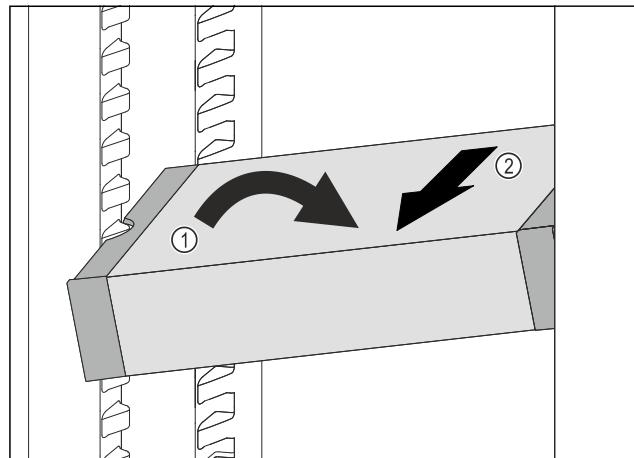

Fig. 124
- Ukosite ladicu VarioSafe u hladnjaku. Fig. 124 (1)
- Izvadite ladicu VarioSafe prema naprijed. Fig. 124 (2)